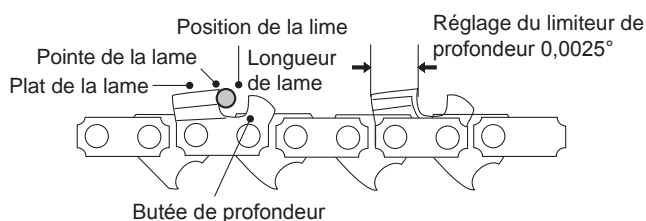

Fig. 47
9. Vérifiez la hauteur des limiteurs de profondeur à l'aide d'un instrument de mesure prévu à cet effet. Ces instruments de mesure sont disponibles dans la plupart des magasins d'outillage (Fig. 47).